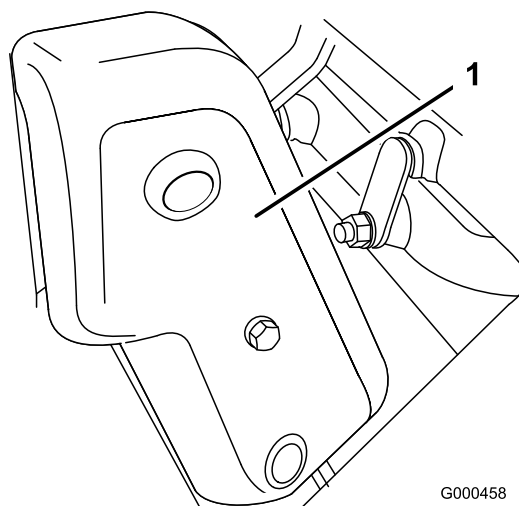

Figura 34
1. Togliete i dispositivi di fissaggio del paracinghia e il paracinghia per accedere alla cinghia (Figura 34).